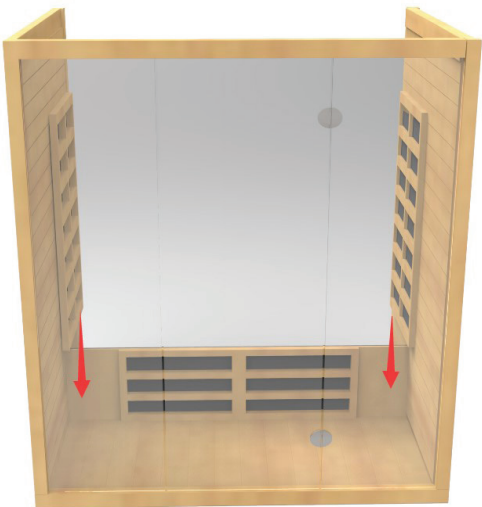

Abb. 5
5. Führen Sie nun den Fußstrahler in den vertikalen Führungsschienen der linken und rechten Seitenwand ganz nach unten, bis dieser den Boden berührt. Der Fußstrahler sollte dabei nach vorne in Blick Richtung Vorderwand zeigen (Abb. 5).